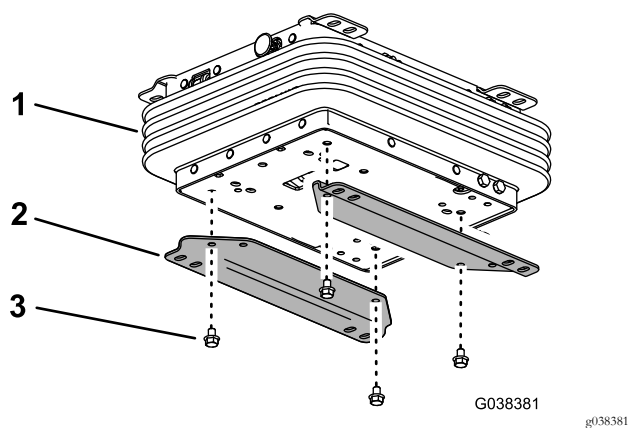

Figura 3
2. Instale los soportes inferiores al conjunto de la suspensión con 4 pernos (8 x 12 mm), tal y como se muestra en la Figura 3.
2. Monte los soportes inferiores en el conjunto de la suspensión con 4 pernos (8 x 12 mm), tal y como se muestra en la Figura 3.